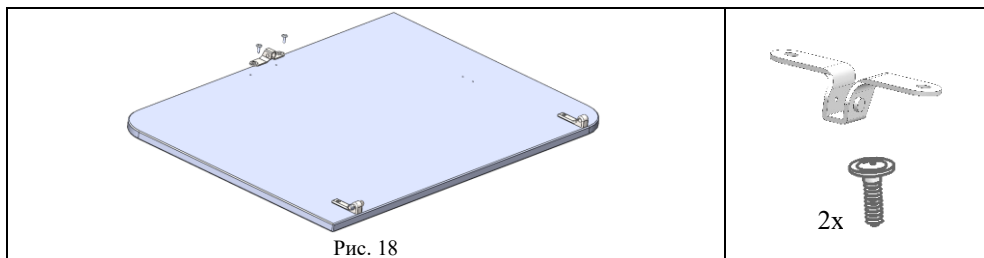

Рис. 18
5.5.2. К сборке по п. 5.5.1 прикрутить с помощью саморезов с прессшайбой (поз. 2, пакет № 226) кронштейн верхний (поз. 3, пакет № 9а), см. рис. 18, 18а.
Рис.18а